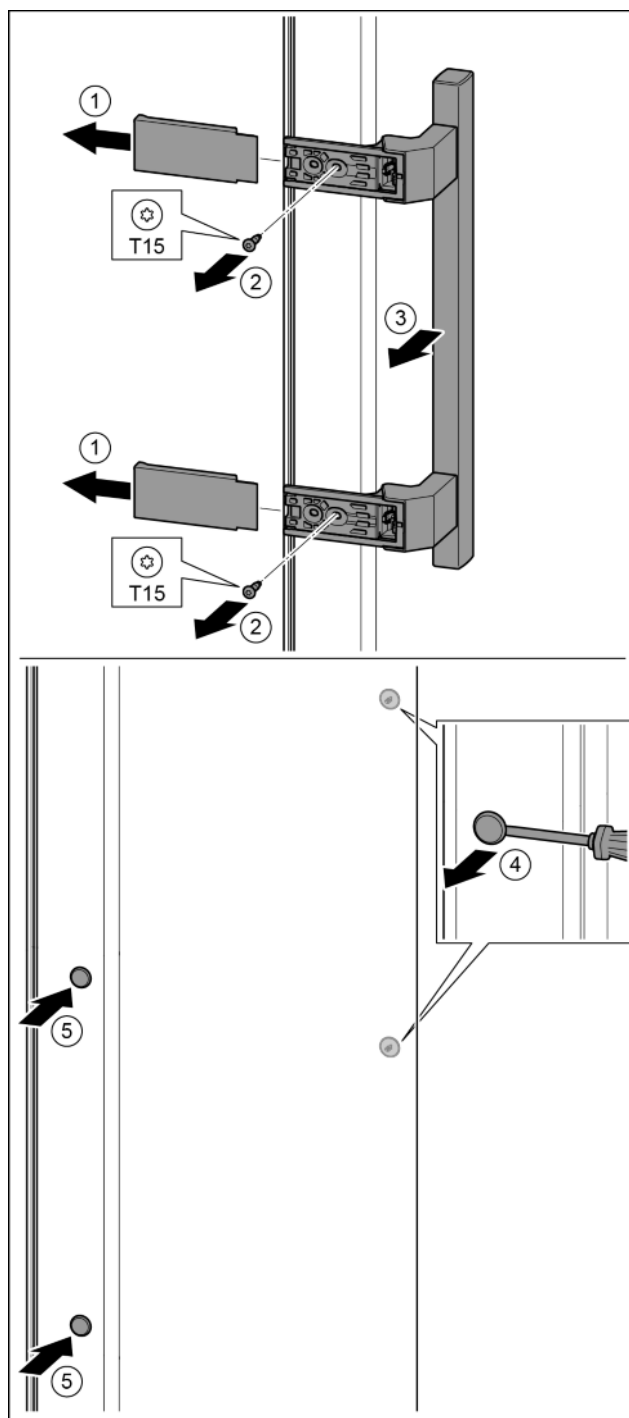

Fig. 16
- ▶ Afdekking eraf trekken. Fig. 16 (1)
- ▶ Schroeven met schroevendraaier T15 eruit draaien. Fig. 16 (2)
- ▶ Greep eraf halen. Fig. 16 (3)
- ▶ Zijdelingse stop voorzichtig met een sleufschroevendraaier optillen en eruit trekken. Fig. 16 (4)
- ▶ Stop op de andere kant weer aanbrengen. Fig. 16 (5)